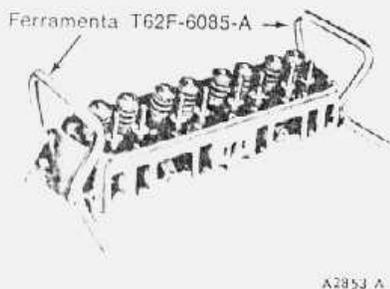

fig. 11 — alças de levantamento do cabeçote
- Instalar as alças para levantar o cabeçote (fig. 11). Remover os coletores de escapamento para obter acesso aos parafusos inferiores. Remover os parafusos de fixação do cabeçote e retirar o cabeçote. Retirar a junta e inutilizá-la.